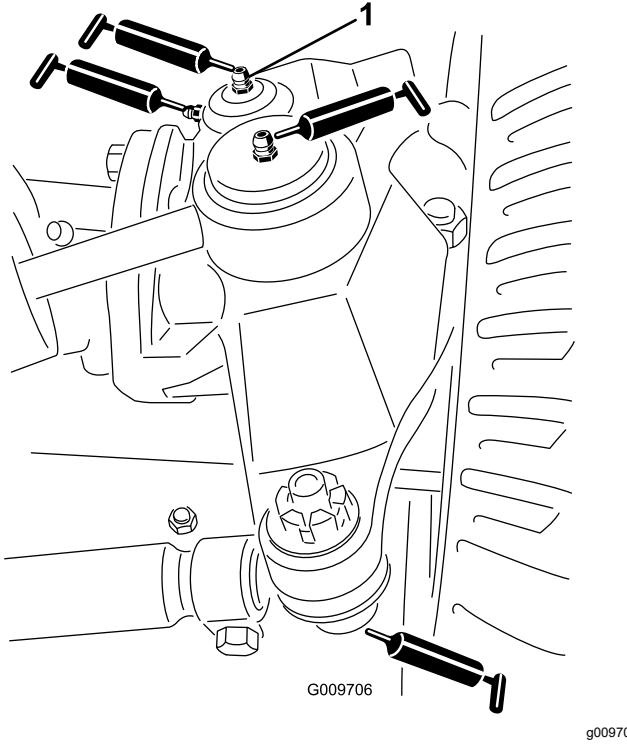

Figura 45
- Kulové klouby válce řízení (2), viz Figura 45.
- Kulové klouby spojovací tyče (2), viz Figura 45.
- Pouzdra rejdrového čepu (2), viz Figura 45.